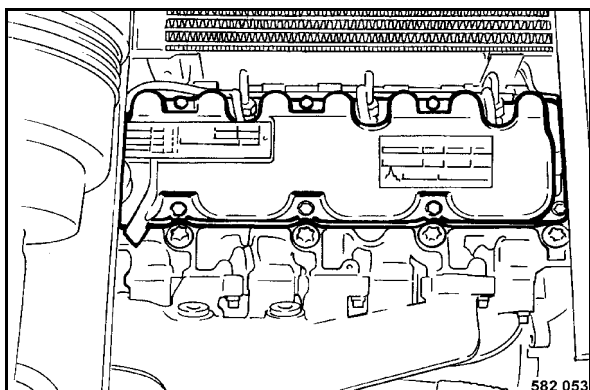

Fig. 164
- Déposer le couvercle de la tête de cylindre (Fig. 164).